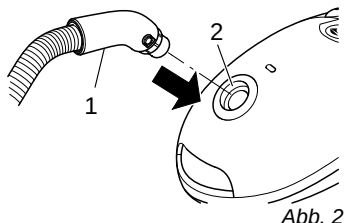

Abb. 2
1. Stecken Sie das Ende des Saugschlauchs (Abb. 2/1) in den Anschluss (Abb. 2/2) des Bodenstaubsaugers, bis die Verriegelung hörbar einrastet.